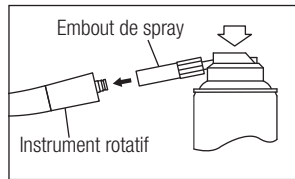

Fig. 9
- 3) Insérez le lubrifiant à vaporiser à l'arrière de l'instrument rotatif. Tenez l'instrument et pulvérissez pendant environ 2-3 secondes. Vaporisez du lubrifiant jusqu'à ce qu'il ressorte de la tête de l'instrument rotatif pendant au moins 2 secondes (Fig. 9).
- 3) Lubrifiez l'instrument rotatif à l'aide du PANA SPRAY Plus ou d'un autre lubrifiant à vaporiser approuvé (Fig. 9) ou un système automatique de nettoyage et de lubrification pour instruments rotatifs Brasseler USA.